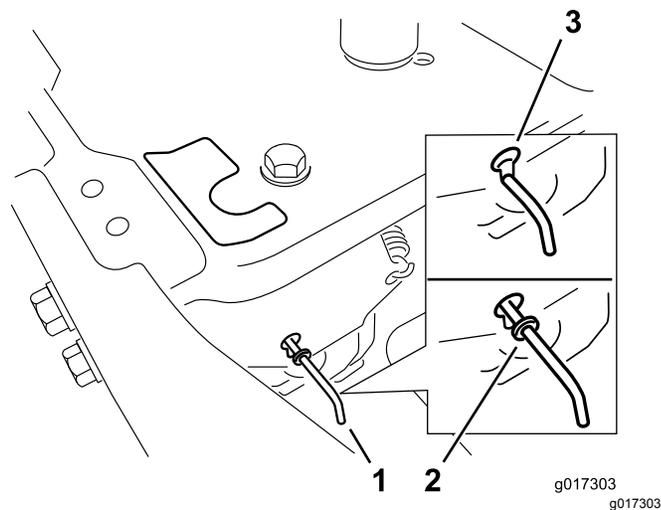

Figura 19
4. Mova as alavancas de derivação para frente através do orifício da chave e para baixo para as bloquear no lugar (**Figura 19**).
Mova as alavancas de derivação para trás através do orifício da chave e para baixo para as bloquear no lugar, como se mostra na **Figura 19**.